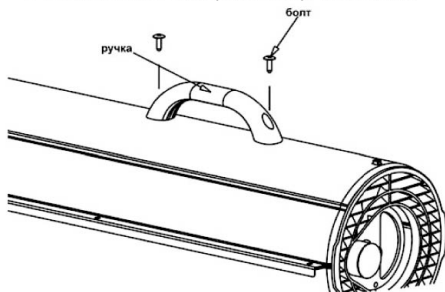

Рис. 3. Сборка ручки
1. Совместите 2 отверстия на ручке с соответствующими отверстиями на верхнем кожухе как показано на Рис. 3.